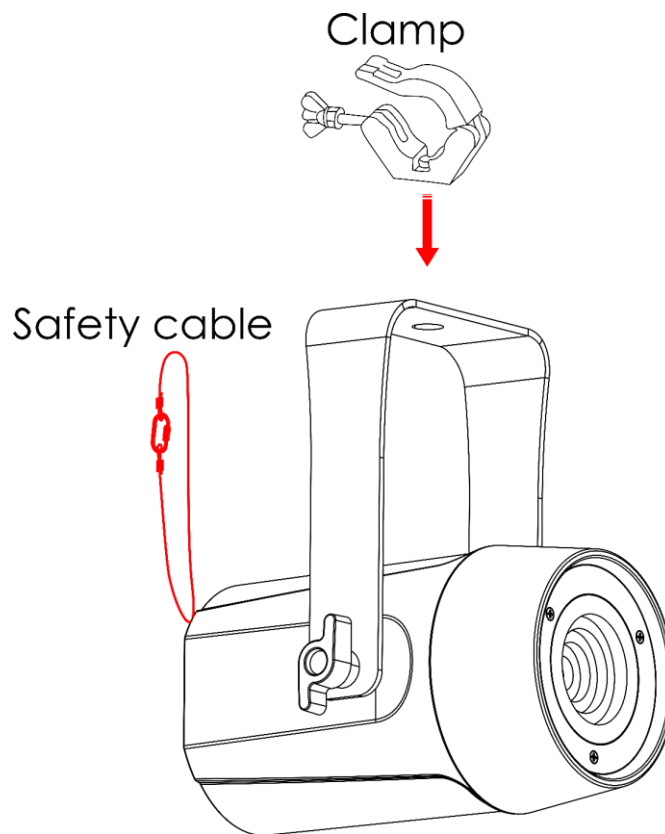

Fig. 05
- 01) Gebruik een klem om het apparaat aan de draagconstructie te bevestigen, zoals getoond in Fig. 05. Zorg ervoor dat het apparaat niet vrij kan bewegen.
- 02) Zet het apparaat vast met een secundaire ophanging, bijvoorbeeld een veiligheidskabel. Zorg ervoor dat de secundaire ophanging 10 keer het gewicht van het apparaat kan dragen. Indien mogelijk moet de secundaire ophanging worden bevestigd aan een draagconstructie die onafhankelijk is van de primaire ophanging. Steek de veiligheidskabel door het **veiligheidsoog (07)**, zoals getoond in Fig. 05.